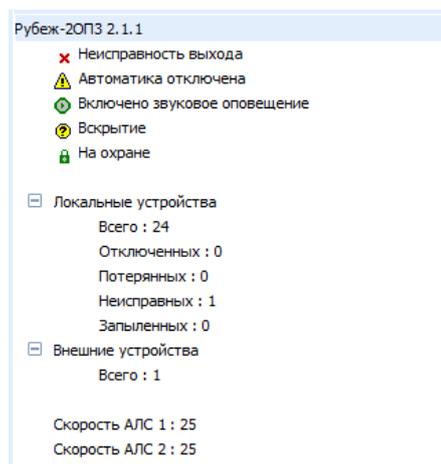

Рисунок 19.4 – Окно состояний устройства
2) **Окно состояний устройств** – отображает список текущих состояний выделенного в дереве устройства (рисунок 19.4).